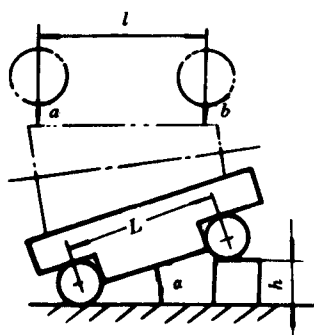

图 3.2
3.7 如图 3.2 所示, 用正弦尺测一锥体角度 α 。正弦尺两滚柱中心长度 L 为 100 mm , 量块高度 $h = 40 \text{ mm}$ 。已知它们的系统误差分别为 $\delta_L = -0.004 \text{ mm}$ 和 $\delta_h = +0.002 \text{ mm}$, 极限误差分别为 $\delta_{\text{lim}L} = \pm 0.003 \text{ mm}$ 和 $\delta_{\text{lim}h} = \pm 0.0007 \text{ mm}$, 试求不计入指示器的示值误差和正弦尺的平行性误差时的角度 α 及其测量极限误差 $\delta_{\text{lim}\alpha}$ (提示: 用正弦尺测量锥